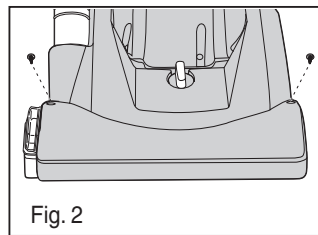

Fig. 2
- 2) Quite 2 tornillos de la cubierta del cepillo de rodillo (Fig. 2).
- 2) **Manguera de la base** – quite 2 tornillos y la cubierta del cepillo de rodillo. Quite el bloqueo de la manguera de la base. Busque los desechos en el cepillo de rodillo y vuelva los tornillos y la cubierta (Fig. 2).